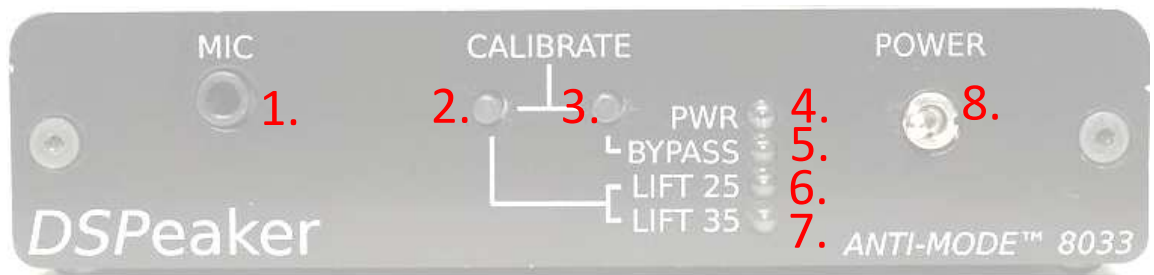

Abbildung 1: ANTI-MODE 8033C Vorderansicht
Anschliessend kann das Anti-Mode 8033 für einen breiteren Hörbereich kalibriert werden, indem das Mikrofon an einem zweiten Ort innerhalb des gewünschten Hörbereichs platziert wird. Drücken und halten der rechten Taste (s. Abbildung 1 u. 2, Taste Nr. (3) beginnt die sekundäre Kalibrationsphase für den erweiterten Hörbereich.
Nach kurzem Drücken der rechten Taste schaltet sich das Gerät in den Bypass-Modus, bei nochmaligem Drücken wieder zurück in den Normalmodus. Bypass-Modus wird durch das Leuchten der "Bypass"-LED angezeigt (s. Abbildung 1 u. 2). Im Bypass-Modus sind alle Filter der Raumkorrektur und die beiden "LIFT" Modi deaktiviert.